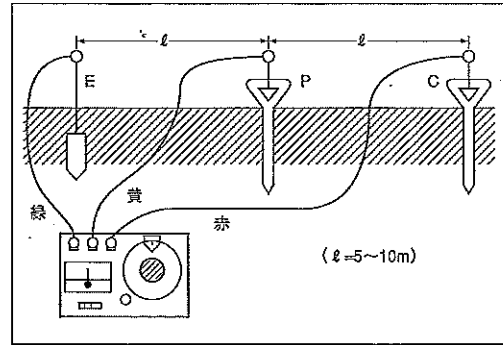
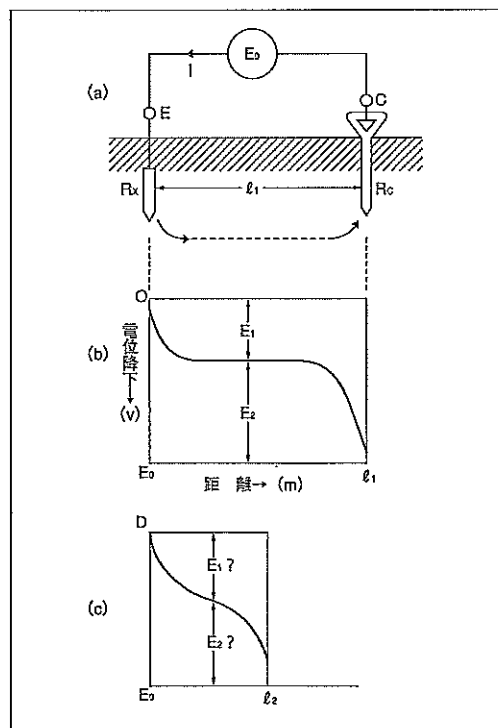
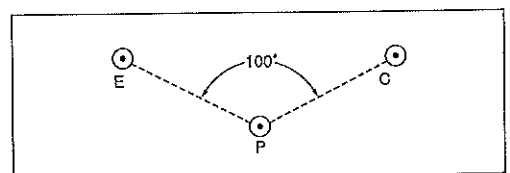

図3.1
図4.2
図4.4
本体と被測定接地極 (E) および補助接地棒 (P.C) を付属のリード線を用いて図3.1のように接続します。
(1) いま，測定しようとする接地体E (R_x)と補助接地棒(R_c)を図4.2 (a)のような電源Eに接続するとE-C間の電位降下の状態は図4.2 (b)のようになります。すなわちE-C間の距離が充分 (l_1) であれば，E-Cの中央部分が電位的に平らになりますから R_x による電位降下 (E_1)と R_c による電位降下 (E_2)がE-Cの中央付近で明瞭に分離することができます。したがってE-Cの中央付近にもう1つの補助接地棒(P)を打込んでE-P間の電位差 E_1 を測定すれば
(2) E_0 に直流電源を用いると電極と大地との間に分極作用が起り測定に誤差を生じますので一般には交流で測定します。
(3) また図4.2 (a)のE-C間の距離が短かすぎるとその間の電位状態は図4.2 (c)のようになり (l_2) E_1 と E_2 の分離点がわからなくなります。一般にはE-C間は10~20mあれば充分ですが鉄筋ビルなどのような大建築物の接地抵抗を測定する場合には事情によってさらに長い間隔が必要になることがあります。
- (d) 補助電極の距離も東西にのばしたり、南北にのばしたりして、単に距離の延長だけにとらわれず図4.2の(b)に示すような平らな状態をさがしてください。
- (1) 接地抵抗を測定する場合には必ず補助接地が必要ですが、その方法は場所柄および土壌の状態によって色々考えられます。補助接地には一般に、被測定接地体(E)に電流を流し込むための補助接地(C)と図4.2(b)のEを検出するための補助接地(P)がありますが、いずれの抵抗値もできるだけ小さいことが望まれます。精度の良い測定を行なうためにはP,Cの抵抗がそれぞれ約 $5k\Omega$ 以下になるように補助接地をしなければなりません。普通の場合には図3.1に示したように補助接地棒を地面に打込むだけで充分ですが、地面が堅くて棒が打込めない場合とか乾燥し
- (2) 図3.1におけるE,P,Cの位置にほぼ一直線上にあることが望ましいのですが、建造物やその他の障害物がある場合には図4.4のP点の角度が約 100° 以上であれば、ほとんど誤差なく測定することができます。このような場合にはE-P、P-Cの間隔を多少長めにとってください。
この接地電圧を検出するには図3.1の測定状態で切換スイッチを“V”にして下さい。